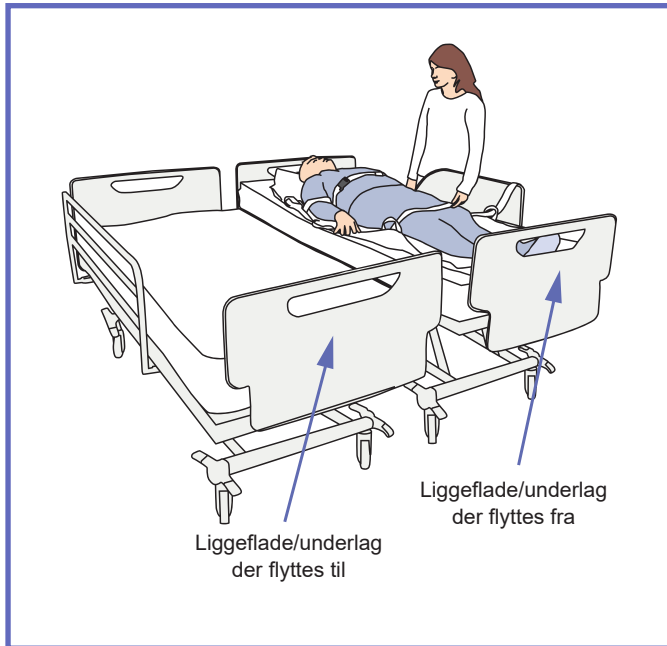

Fig. 12
- 7) Juster udgangsoverfladens højde, så den er en smule højere end destinationsoverfladen, se "Fig. 12".